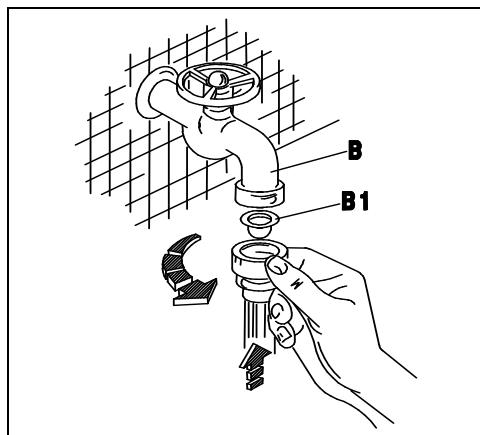
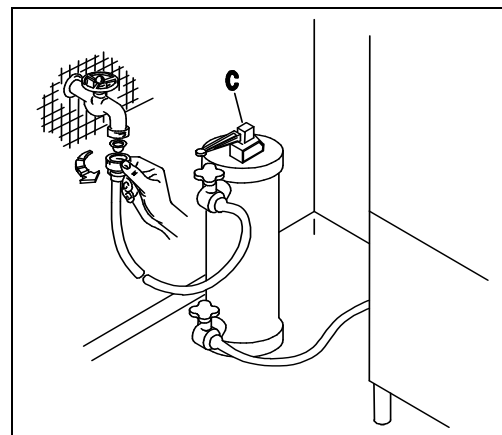
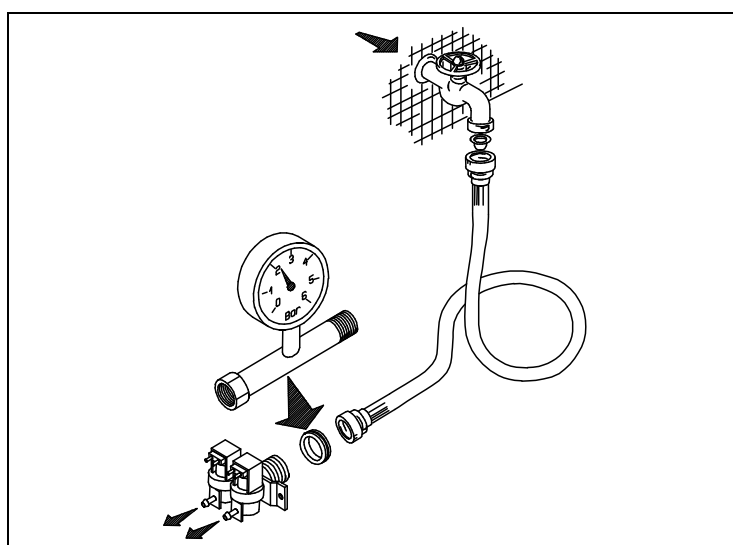
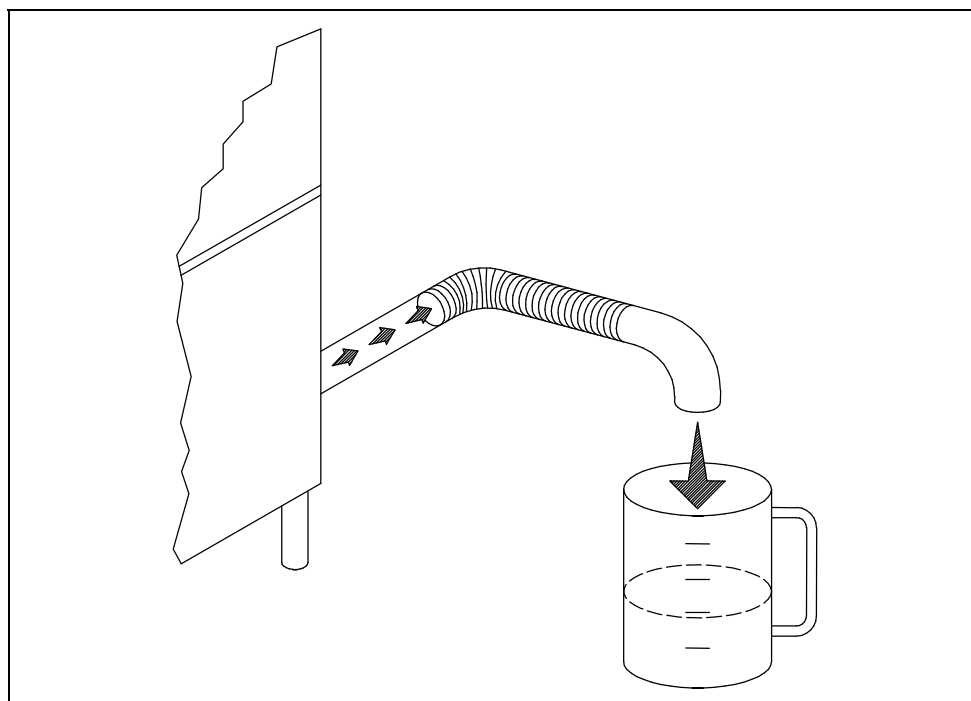

Fig. 2-2
Fig. 2-3
Fig. 2-4
Fig. 2-5
- L'apparecchio è previsto per l'allacciamento all'acqua fredda o calda (max. 50 ÷ 55 °C), con una pressione a valvola aperta come indicato nella Tab. 2-1. In caso di pressione superiore alla massima consigliata, bisogna installare un riduttore di pressione. In caso di pressione inferiore alla minima consigliata, bisogna installare una pompa di aumento pressione di max 0.5 Hp, con una portata di 20 L/min ed una prevalenza di 15÷20 mt. Il controllo della pressione deve essere effettuato all'ingresso dell'elettrovalvola (ved. fig.2-4). La condotta dell'acqua deve avere un diametro interno di almeno 16/18 mm (ved. fig.2-5). Collegare il tubo di carico acqua dell'apparecchio ad un rubinetto d'intercettazione (B), posto preferibilmente nelle immediate vicinanze dell'apparecchio, interponendo l'apposito filtro in dotazione (B1) (ved. fig.2-2). Si consiglia l'installazione di un decalcificatore (C) (non in dotazione), montato a monte dell' elettrovalvola della macchina (ved. fig.2-3).
- The appliance is designed for connection to the cold or hot water supply (max. 50-55°C) at a mains pressure with the valve open as shown in Table 2-1 and a minimum output of 10 litres/min. If pressure exceeds the maximum, fit a pressure reducer. If pressure is lower than the minimum, fit a pressure booster pump of max. 0.5 HP, with an output of 20 litres/min. and a head of 15÷20 metres. Pressure must be measured at the solenoid valve inlet (see fig. 2-4). The water pipes must have an internal diameter of at least 16/18 mm (see fig. 2-5). Connect the appliance water supply pipe to a cut-out tap (B), preferably placed close to the appliance, fitting the special filter provided (B1) (see fig. 2-2). We recommend fitting a water softener (C) (not provided) upstream from the machine solenoid valve (see fig. 2-3).
- Das Gerät ist für den Anschluss an Warm-und Kaltwasser (max. 50-55°C) vorgesehen, wobei der Druck bei offenem Ventil dem in Tab. 2-1. Bei höherem Druck als dem empfohlenen einen Druckminderer installieren. Bei niedrigeren Druck als empfohlen eine Druckerhöhungspumpe mit max. 0,5 PS , einer Förderleistung von 20l/min und einer Förderhöhe von 15-20m installieren. Die Druckkontrolle muss am Eingang des Elektroventils erfolgen (siehe Bild 2-4). Die Wasserleitung muss einen Innendurchmesser von mindestens 16/18 mm aufweisen (siehe Bild 2-5). Den Zulaufschlauch des Gerätes an einen möglichst nahegelegenen Wasserhahn (B) anschliessen und den vorgesehenen Filter (B1) anbringen (siehe Bild 2-2). Der Einbau eines Etkalkers (C) wird empfohlen; dieser gehört nicht zur Ausstattung und muss vor dem Elektroventil der Maschine eingebaut werden. (siehe Bild 2-3).
- L'appareil peut être raccordé à l'eau froide ou chaude (50:55°C max) à une pression, soupape ouverte, comme indiqué dans le tableau 2-1. Si la pression dépasse la pression maximum conseillée, il faut installer un réducteur de pression. Si la pression est inférieure à la pression minimum conseillée, il faut installer une pompe pour faire augmenter la pression de 0,5 Hp max., à un débit de 20 litres /min et à une hauteur d'élévation de 15-20 m. Le contrôle de la pression sera effectué à l'entrée de l'électrovanne (voir fig. 2-4). Les conduites d'eau auront un diamètre interne d'au moins 16/18 mm (voir fig. 2-5). Raccorder la conduite d'arrivée de l'eau de l'appareil à un robinet secondaire (B), installé si possible tout près de l'appareil, après avoir intercalé le filtre spécial fourni (B1) (voir fig. 2-2). Nous conseillons d'installer un adoucisseur (C) (non fourni) qui sera monté en amont de l'électrovanne de la machine (voir fig. 2-3).
- Este aparato se puede alimentar con agua caliente o fría (máx. 50 ÷ 55°C); la presión del agua con válvula abierta está indicada en la tabla 2-1. En caso de que la presión fuera superior a la máxima que se aconseja, instale un reductor de presión; si fuera demasiado baja, instale una bomba de aumento de presión de 0,5 Hp (máximo), con un caudal de 20 litros por minuto y una altura de elevación de 15 a 20 m. El control de la presión se debe efectuar en la entrada de la electroválvula (véase fig. 2-4). La tubería del agua debe tener un diámetro interior de 16-18 m. por lo menos (véase fig. 2-5). Conecte el tubo de alimentación del agua del aparato a un grifo de paso (B), que irá montado preferentemente muy cerca del aparato, tras interponer el filtro (B1) del equipamiento base (véase fig. 2-2). Es aconsejable instalar un descalcificador (C) (que no forma parte del equipamiento base). El descalcificador irá montado antes de la electroválvula de la máquina (véase fig. 2-3).